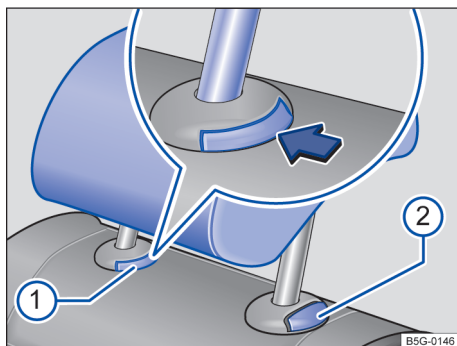

Fig. 84 Apoio para cabeça traseiro: desinstalar.
- Pressione o botão → Fig. 84 ① da guia do apoio para cabeça.
- Ao mesmo tempo, pressione o botão ② enquanto uma segunda pessoa extrai o apoio para cabeça completamente.